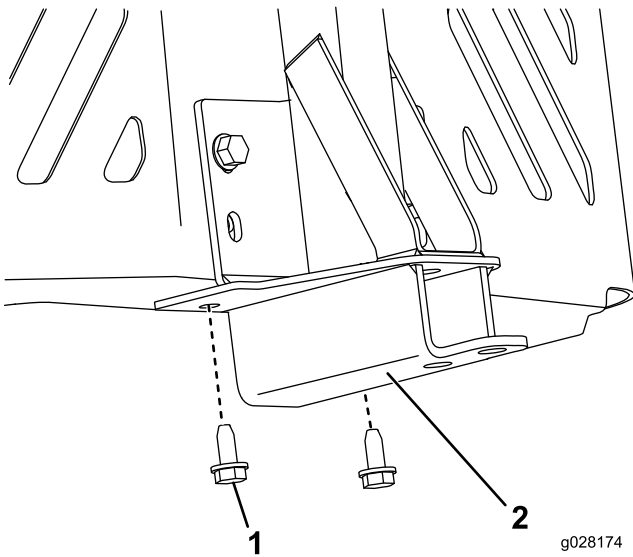

Bild 3
3. Befestigen Sie den Drehrahmen mit zwei Blechschauben (5/16" x 3/4") an der Unterseite des Maschinenrahmens, wie in Bild 3 abgebildet.